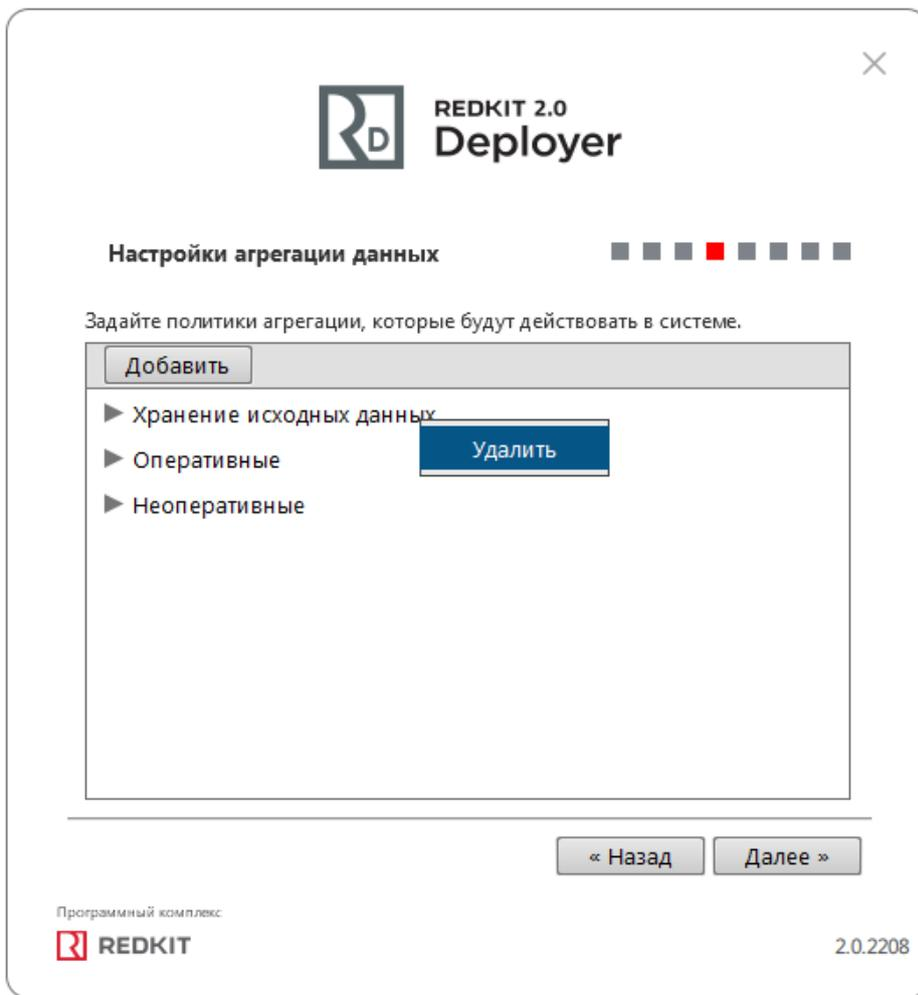

Рисунок 106 - Удаление политик агрегирования
**Удаление политик:** нажмите  по политике и выберите **Удалить** (Рисунок 106).